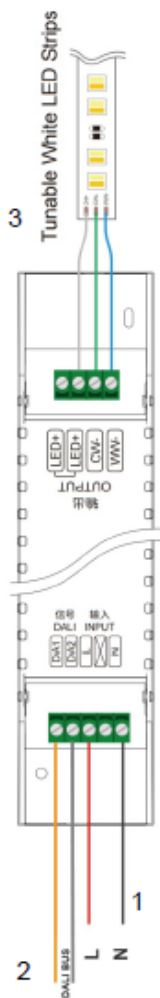

Рис.4. Схема проводки для подключения светодиодной ленты к шине DALI
1. Подключение к шине DALI - см. рис. 4